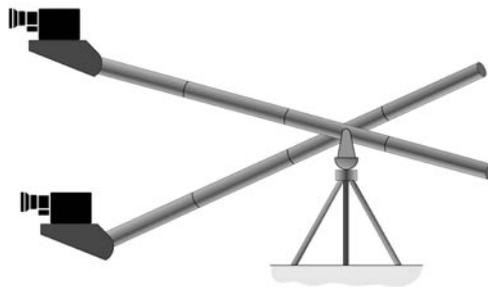

Bild 1
- Die Kamera bleibt in Horizontalposition (Bild 1)
(siehe auch Einleitung 01, Punkt d, Bild 1)